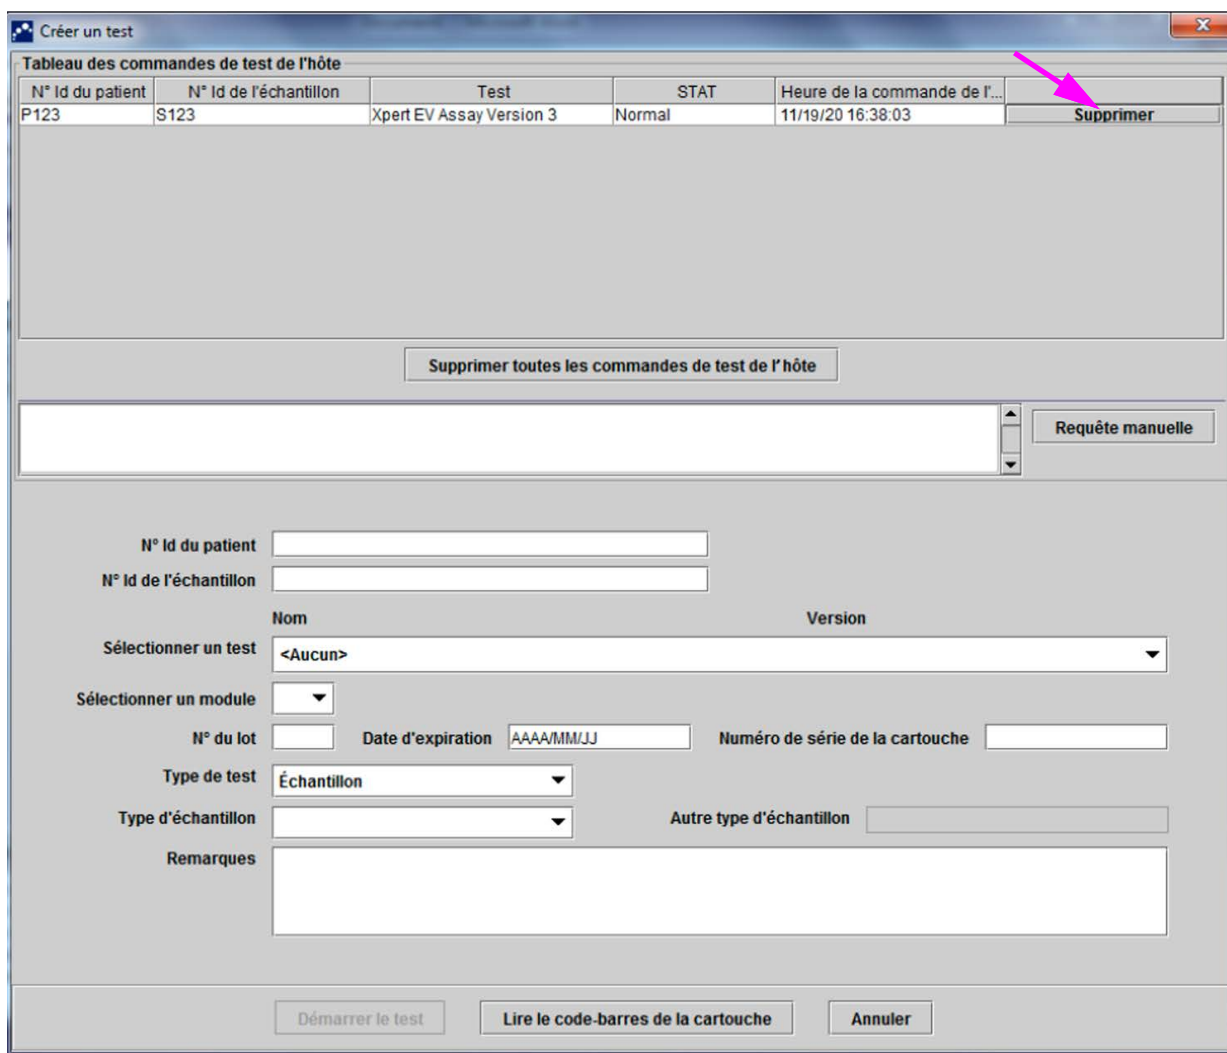

Figure 5-97. Suppression d'une commande de test téléchargée à partir de l'hôte
2. Cliquez sur le bouton **Supprimer** de la même ligne. Voir Figure 5-97.